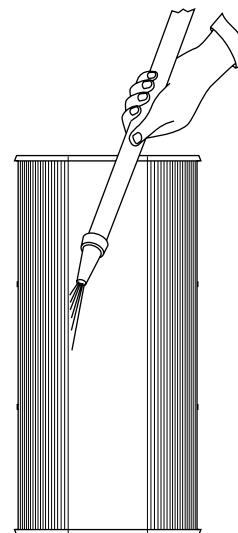

Figure 14
4. Laver l'intérieur de la cartouche filtrante. Tenir le jet aussi près que possible de l'intérieur des plis (voir la Figure 14).